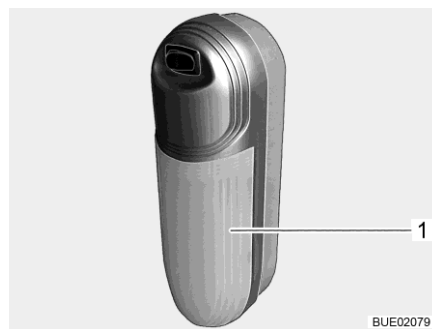

Fig. 314 Lámpara de montaje en superficie
- Apartar la cubierta transparente (Fig. 314,1) ligeramente del interruptor y quitarla.